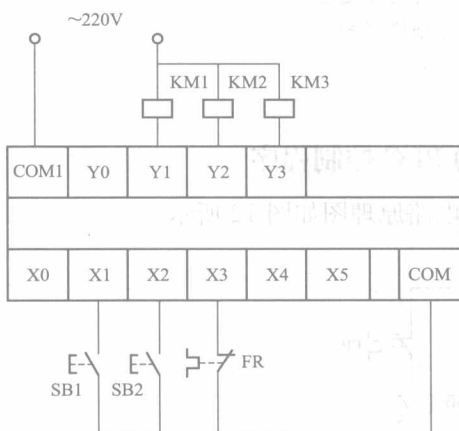

图 13 三相异步电动机 Y- $\Delta$  降压电路
(2) 三相异步电动机 Y- $\Delta$  降压电路三菱 FX2N 系列 PLC 接线图如图 13 所示。